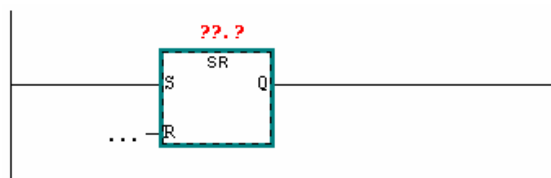

Рис. 1.23.
- 5) над функцией SR триггера (рис. 1.23) вместо символов "???" вставьте символическое имя выхода;